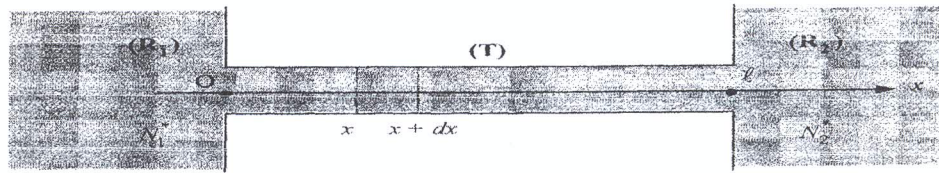

Figure 3
En tout point M de (T) , il est admis que les neutrons sont soumis à un phénomène de diffusion unidirectionnel obéissant à la loi de Fick. Les densités neutroniques (neutrons m^{-3}) dans (R_1) et (R_2) sont constantes et uniformes, et valent respectivement N_1^* et N_2^* avec $N_1^* > N_2^*$ (Figure 3).